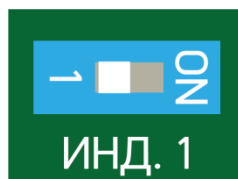

Рисунок 7.26
– по окончании настройки отключить сигнальный светодиод, установив флажок выключателя (поз.3 рисунок 7.1) в левое положение (положение «1») (рисунок 7.26).